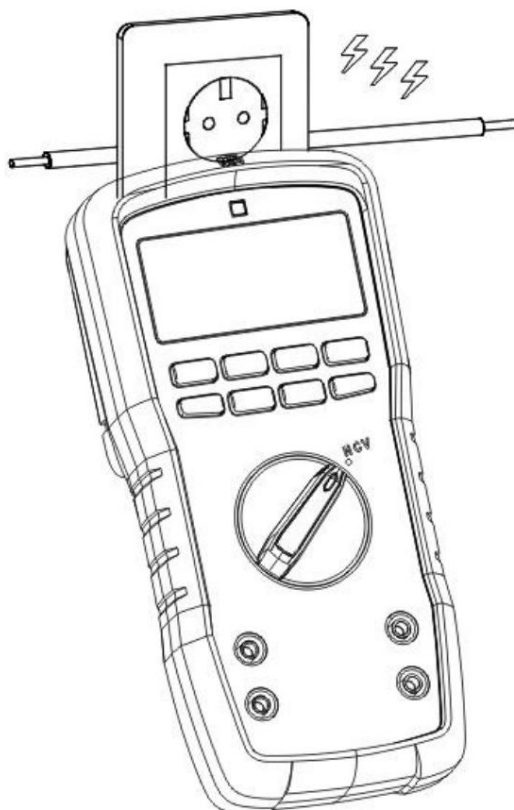

Figura 16
15. Detectare tensiune alternativă fără contact (NCV) (Figura 16)